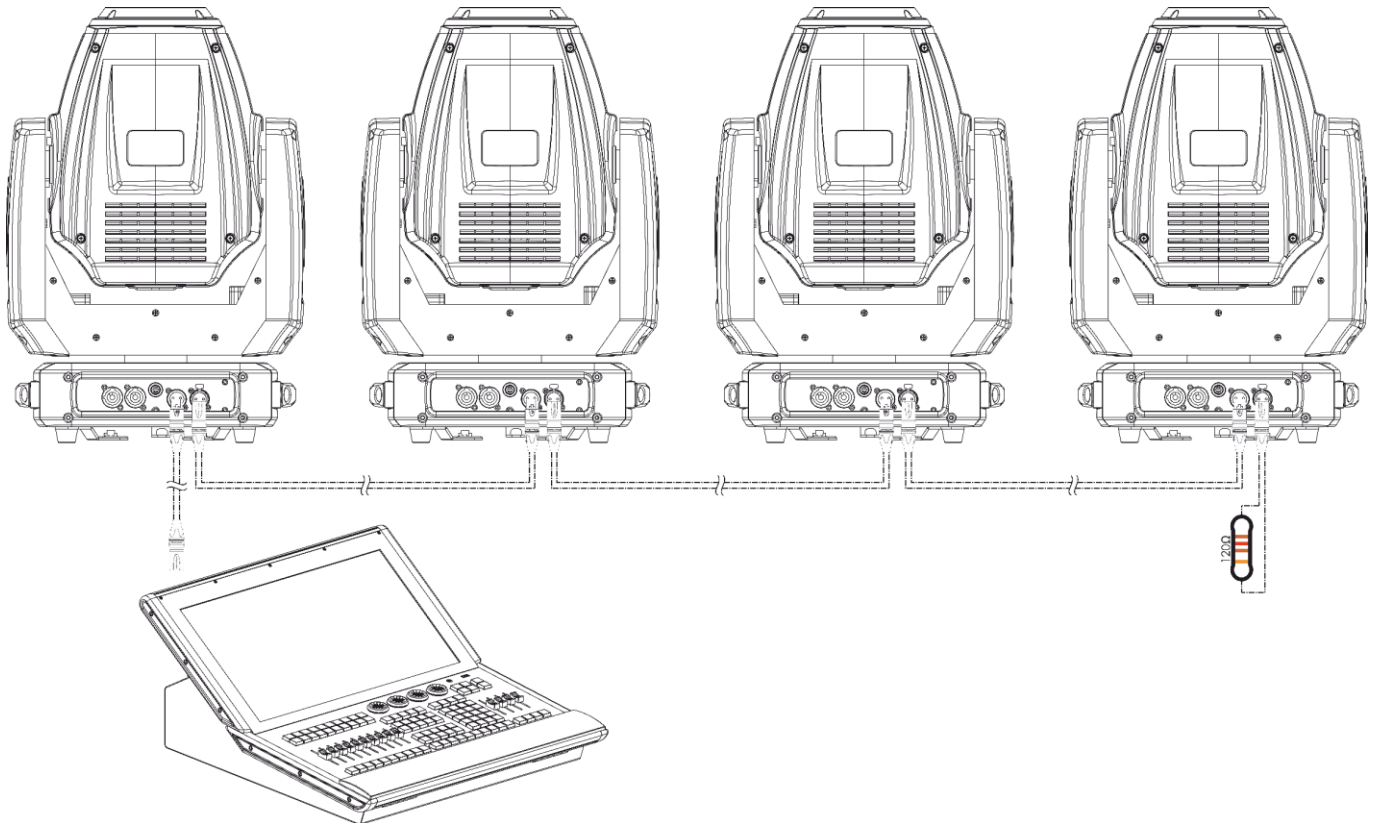

Abb. 10
- 03) Verbinden Sie die gewünschte Anzahl an Geräten auf diese Weise in Reihenschaltung hintereinander wie in Abb. 10 gezeigt.